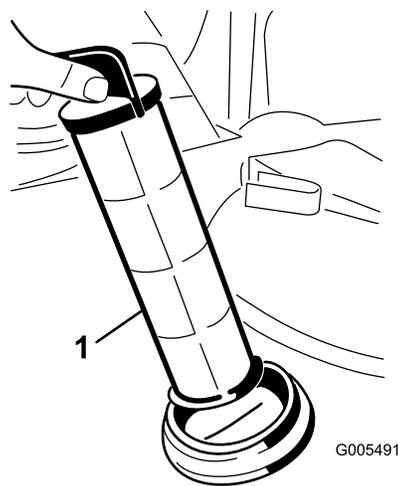

Figura 17
4. Estraiete il filtro di aspirazione dall'alloggiamento del filtro nel serbatoio (Figura 17).